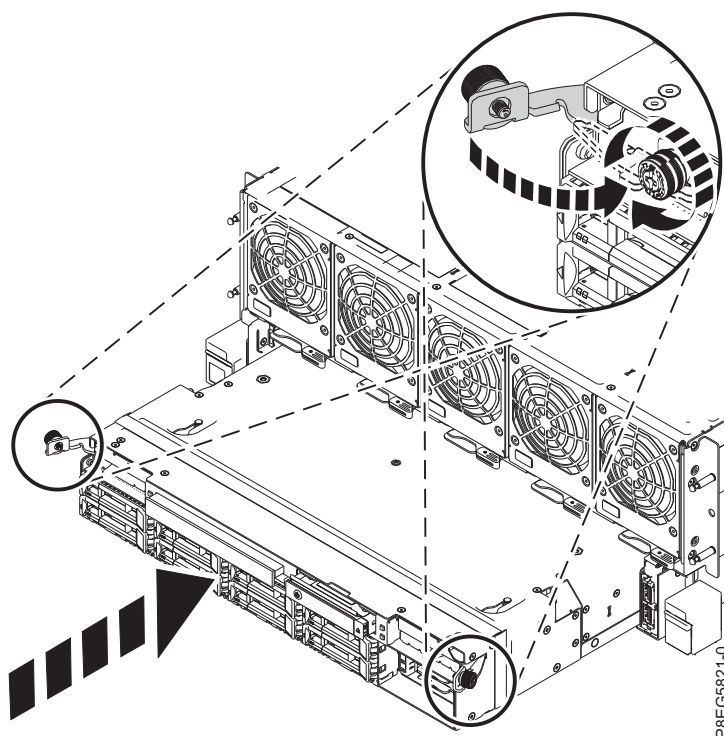

Figura 13. Substituindo o painel traseiro da unidade de disco na frente do chassi do sistema
3. Pressione as travas e aperte os parafusos de aperto manual, conforme mostrado em Figura 13.